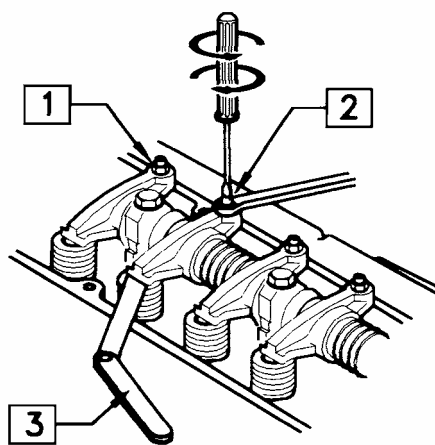

Fig. 7.2
(3) Régler le jeu des soupapes. (Fig. 7.2)
culbuteur (1) et pendant que l'on tourne la vis de fixation (2), régler le jeu des soupapes avec une jaugue (3) (Fig7.2).